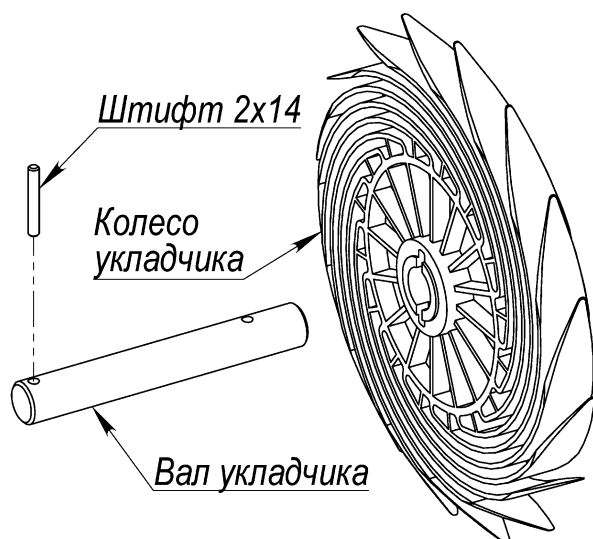

Рис. 75
8.22.1 Установить штифт 2x14 P0007 в отверстие вала укладчика. Внимание: штифт устанавливать в отверстие, которое расположено наиболее близко к торцу вала (Рис. 75).